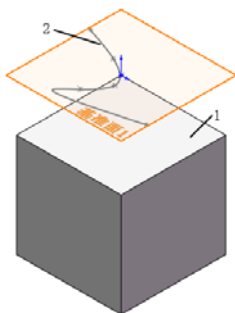
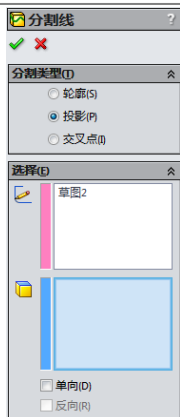

图 6-31 等轴测视图
图 6-32 “分割线”属性管理器
**07** 设置视图方向。单击“前导视图”工具栏中的“等轴测”图标, 将视图以等轴测方向显示, 结果如图 6-31 所示。
**09** 设置属性管理器。在属性管理器中的“分割类型”一栏中, 点选“投影”选项; 在“要投影的草图”一栏中选择图 6-31 中的草图 2, 在“要分割的面”一栏中, 选择图 6-31 中的面 1, 其他设置参考图 6-32 所示。